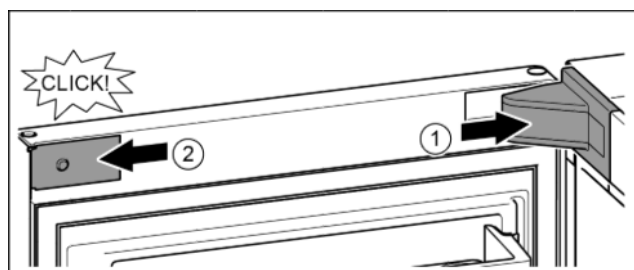

Fig. 17
- ▶ Afdekking van de lagerbus aanbrengen en vastklikken, en indien nodig, voorzichtig uit elkaar drukken. Fig. 17 (1)
- ▶ Paneel zijdelings aanbrengen en vastklikken. Fig. 17 (2)